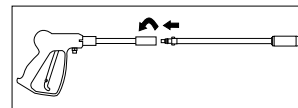

Figure 6 - Branchement de Pistolet/Bus
1. Introduire la lance dans le pistolet et tourner au sens des aiguilles d'une montre à l'arrêt positif tel qu'indiqué sur la Figure 6.